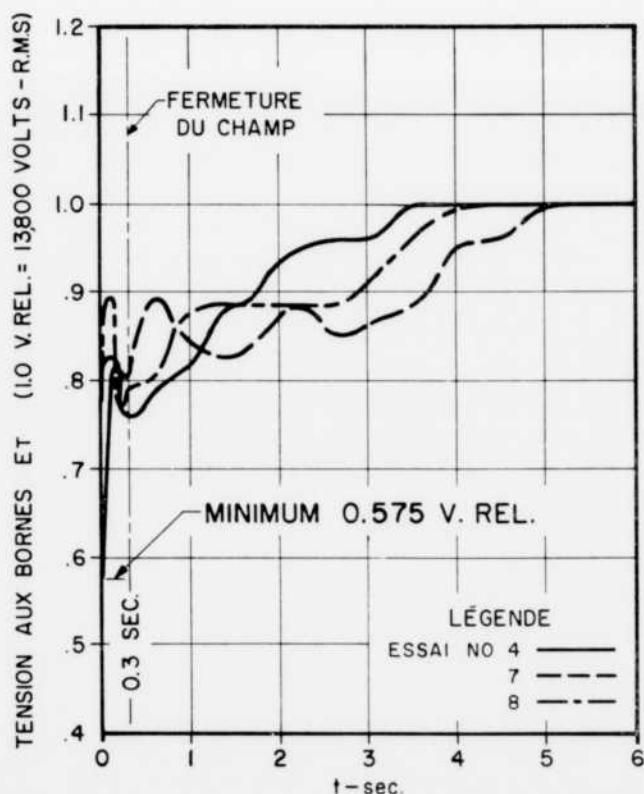

FIGURE 7
- fluctuation de la tension aux bornes de l'alternateur (fig. 7)
Pour terminer cette brève analyse, précisons que la tension de barre subit une chute appréciable au moment du couplage (fig. 7) et qu'elle n'atteint sa valeur normale qu'après 5 secondes, délai nécessaire pour l'établissement du courant d'excitation. La chute